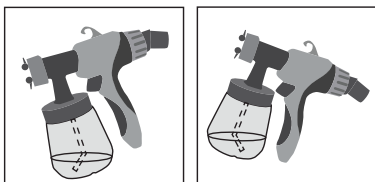

Рис. 2
7. Заправьте емкость (5) приготовленным материалом:
- а) отверните емкость (5);
- в) установите всасывающую трубку в зависимости от обрабатываемой поверхности: при горизонтальной поверхности поверните трубку вперед, при вертикальной – назад (Рис. 2);